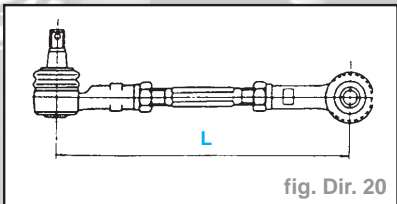

fig. Dir. 20
- Reposer le contre-écrou et la rotule de barre d'accouplement sur la barre d'accouplement de la même longueur filetée sur la longueur "L" (fig. Dir. 20).